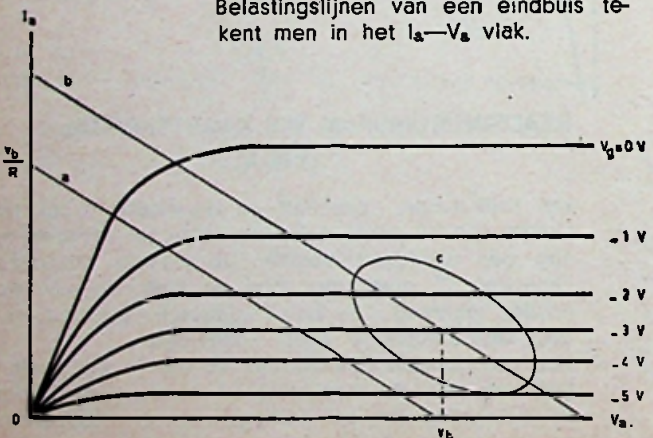

Fig. 5
- (zie fig. 5). Wanneer in de anodeketen een zuivere weerstand is opgenomen, waar doorheen ook de gelijkstroom vloeit, dan verstaat men onder de belastingslijn in het $i_a - V_a$ vlak de lijn die het verband aangeeft tussen de anodestroom en de anodespanning. In dit geval wordt dit verband gegeven door $V_a = V_b - i_a R_a$, waarin V_b de waarde van de voedingsspanning is, en i_a de totale anodestroom voorstelt. De grafische voorstelling van het verband tussen i_a en V_a is een rechte lijn die gaat door de punten
- (Zie fig. 5). Wanneer de weerstand via een ideale transformator is aangesloten kan het verband tussen V_a en i_a eveneens worden weergegeven door de betrekking $V_a = V_b - i_a R_a$. Hierin is nu uitdrukkelijk niet de hoofdletter i_a gebruikt, doch de kleine letter i_a om aan te geven dat alleen een verandering van i_a aanleiding geeft tot een spanningsval over de getransformeerde weerstand.
- (Zie fig. 5). Wanneer de belastingsimpedantie bestaat uit een serieschakeling van een weerstand en een zelfinductie dan zal de belastingslijn niet meer een rechte lijn zijn. Dit is als volgt in te zien.